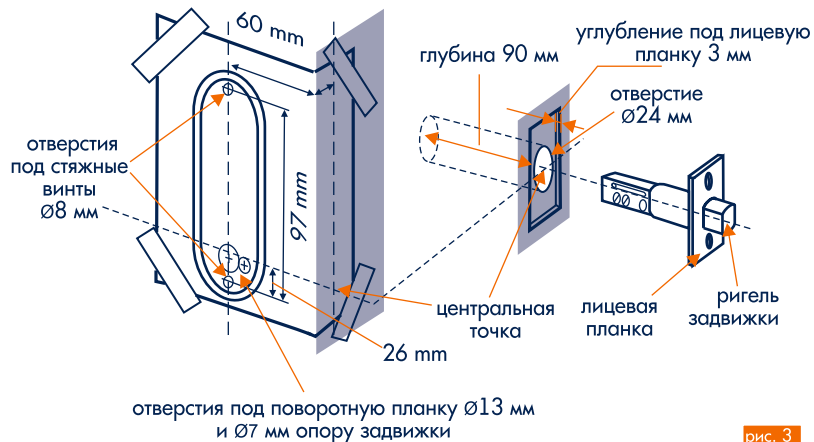

рис. 3
- отметьте на торце двери центральную точку *рис. 3* там, где хотите установить задвижку (5). Просверлите отверстие диаметром 24 мм и глубиной 90 мм;
- вставьте задвижку (5) в отверстие и обрисуйте планку;
- выньте задвижку (5) и стамеской на 3 мм углубите паз под лицевую планку задвижки (5) *рис. 3*.
- лицевая планка задвижки (5) должна встать вровень с дверью;
- закрепите задвижку шурупами (9).